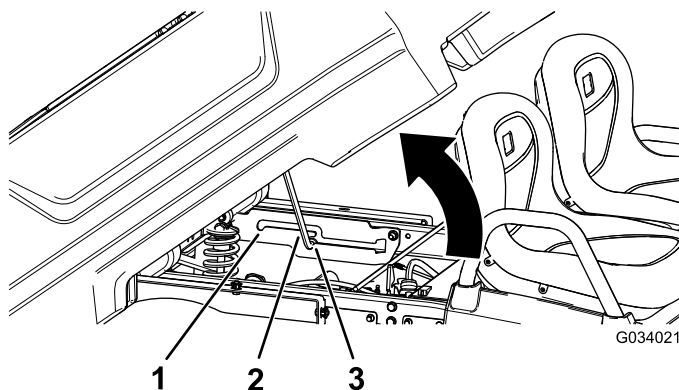

Рисунок 8
3. Введите опорную стойку в паз положения выгрузки с фиксацией, удерживающий кузов в положении выгрузки (Рисунок 8).